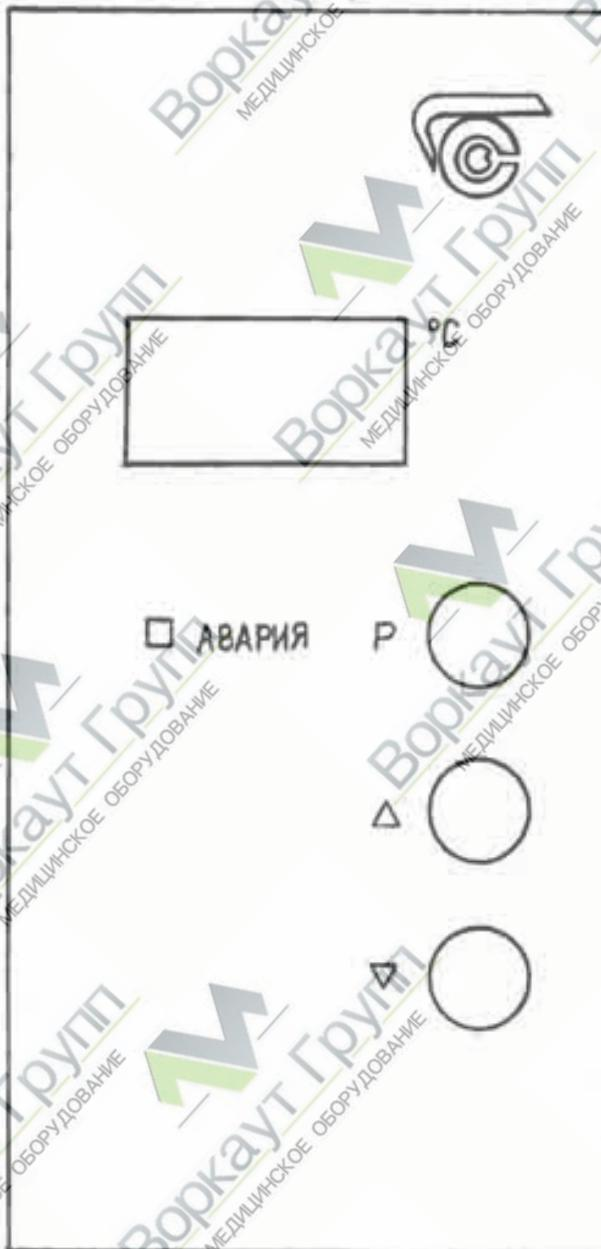

Рис. 1
8.3. Включить переключатель “СЕТЬ” (находится на панели под дверью термостата) при этом на цифровом табло панели управления, находящейся на двери термостата (рис.1), высвечивается текущая температура в камере термостата.